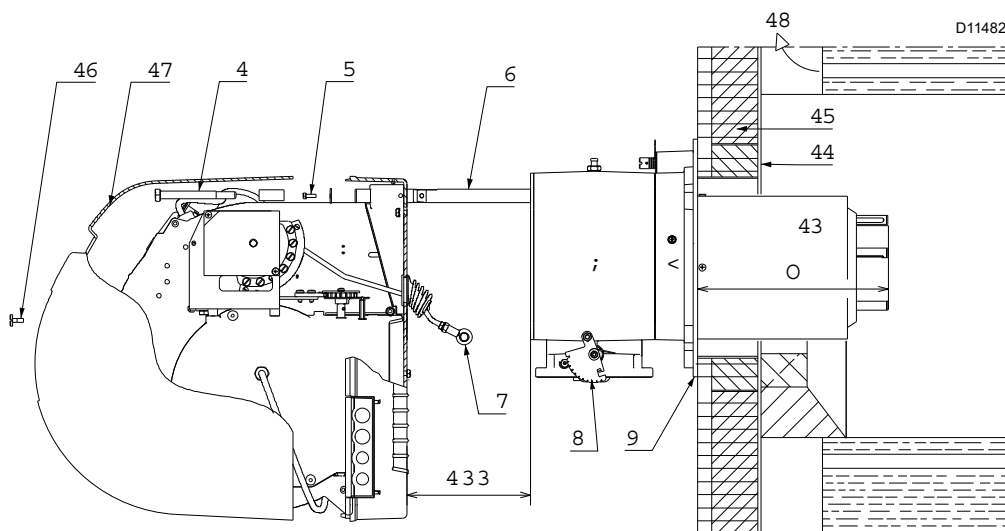
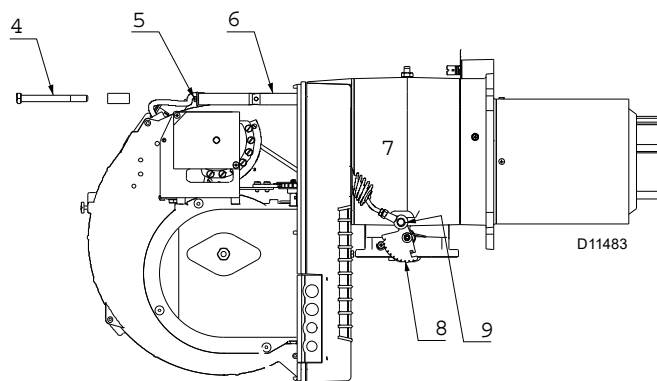

Fig. 10
Fig. 15
Para calderas con paso de humos delantero 1)(Fig. 10) o con cámara de inversión de llama, colocar una protección de material refractario 5) entre el refractario de la caldera 2) y el tubo llama 4). Esta protección debe permitir el desplazamiento del tubo llama.
Separar luego el cabezal de combustión del resto del quemador, (Fig. 10).
- Fijar la brida 9) (Fig. 10) a la placa de la caldera, intercambiando la junta aislante 6) (Fig. 10) suministrada en dotación.
Terminada la regulación del cabezal, volver a montar el quemador en las guías 3)(Fig. 15) aproximadamente a 100 mm del manguito 4) - quemador en la posición ilustrada en la Fig. 10 en la pág. 14
- Introducir el cable de la sonda y el cable del electrodo y deslizar el quemador hasta el manguito quemador en la posición indicada en la (Fig. 15).